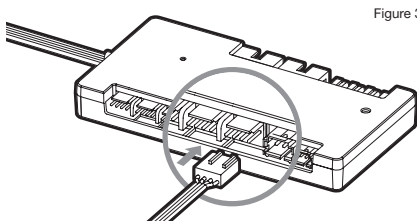

Figure 3
4. Verbinden Sie den 4-poligen Lüfterstecker der XD5 RGB-Pumpe mit dem Lüfterport #6 an Ihr CORSAIR iCUE Commander PRO (Abbildung 3).